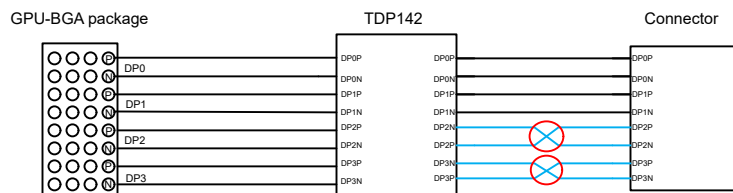
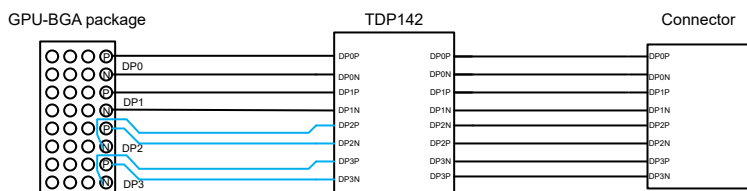

图 8-7. 布局示例：输出上的信号交叉处理
图 8-8. 布局示例：INDP2 和 INDP3 极性交换
10. 由于器件输出引脚和连接器之间的接线不匹配，布局可能会在 OUTDP2 和 OUTDP3 上出现信号交叉 (参阅 图 8-7)。一个选项是当 GPU 采用 BGA 封装时，在器件的输入端进行极性交换，以减少所使用的 VIAS 的数量。
下图展示了调整器件输出与 DisplayPort 连接器之间在采用 BGA 封装的源端上接线不匹配的方法。图 8-7 展示了 TDP142-Q1 和连接器之间的交叉部分。通常会应用过孔来避免交叉，但使用过孔会影响信号完整性。因此，TDP142-Q1 的输入端可以实现极性互换。图 8-8 显示，通过极性互换，TDP142-Q1 与连接器之间不再有交叉部分，从而最大程度减少过孔的使用。请注意，该选项仅对采用 BGA 封装的源端有用。